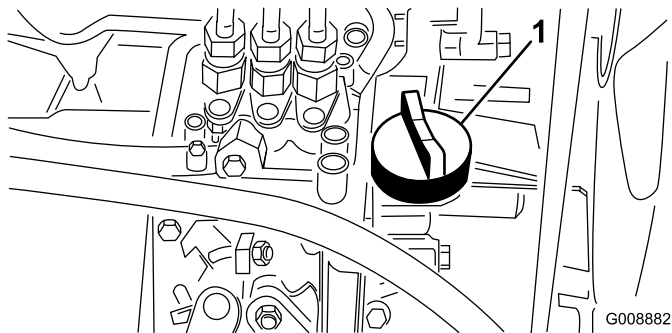

Рисунок 36
4. Если уровень масла низкий, снимите крышку маслозаливной горловины (Рисунок 36) и постепенно, небольшими порциями долийте масло, часто проверяя его уровень, пока он не достигнет метки Full (Полный) на измерительном щупе.